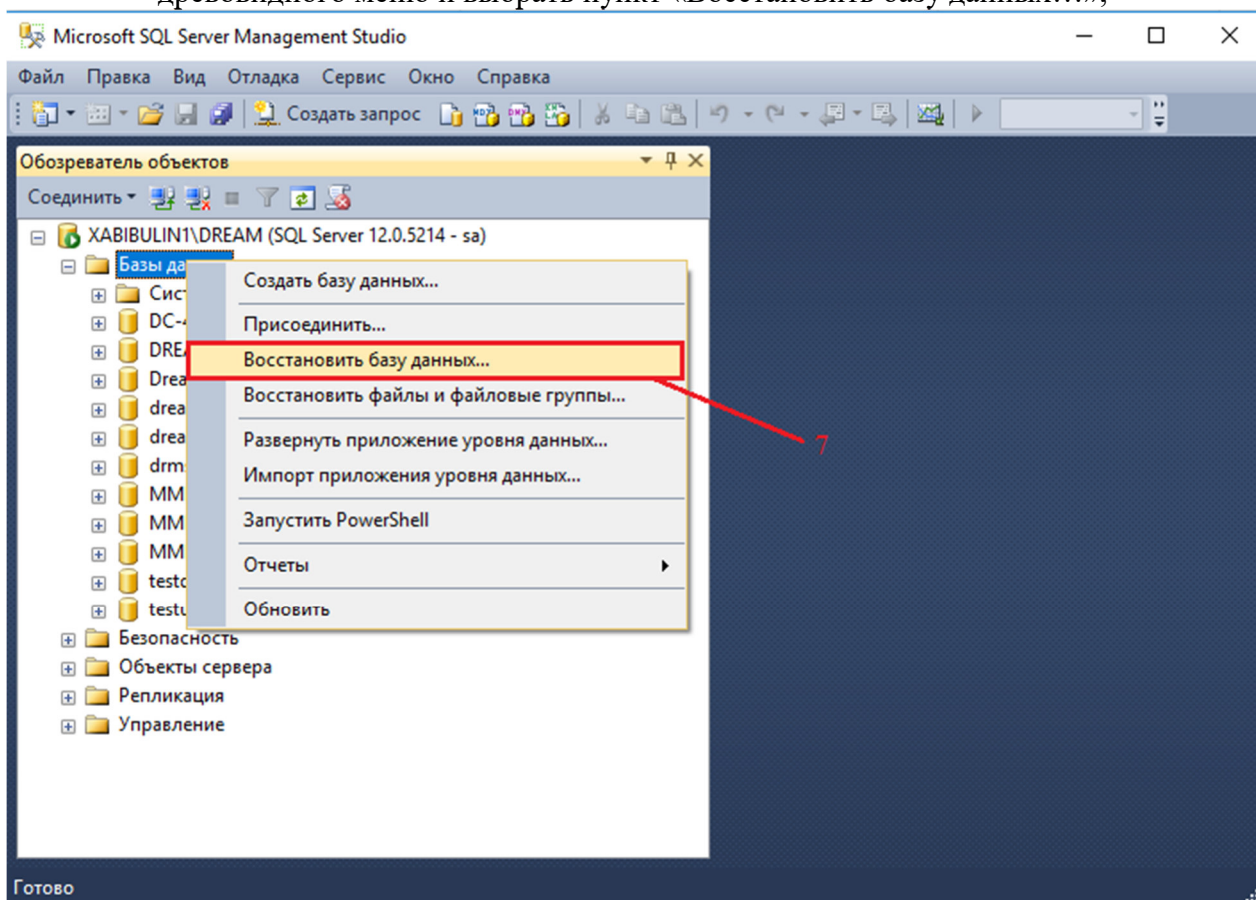

Рисунок 3.1.4
- после соединения с сервером, в новом окне (см. Рисунок 3.1.4) вызвать контекстное меню щелчком правой кнопки мыши на пункте «Базы данных» древовидного меню и выбрать пункт «Восстановить базу данных...»;